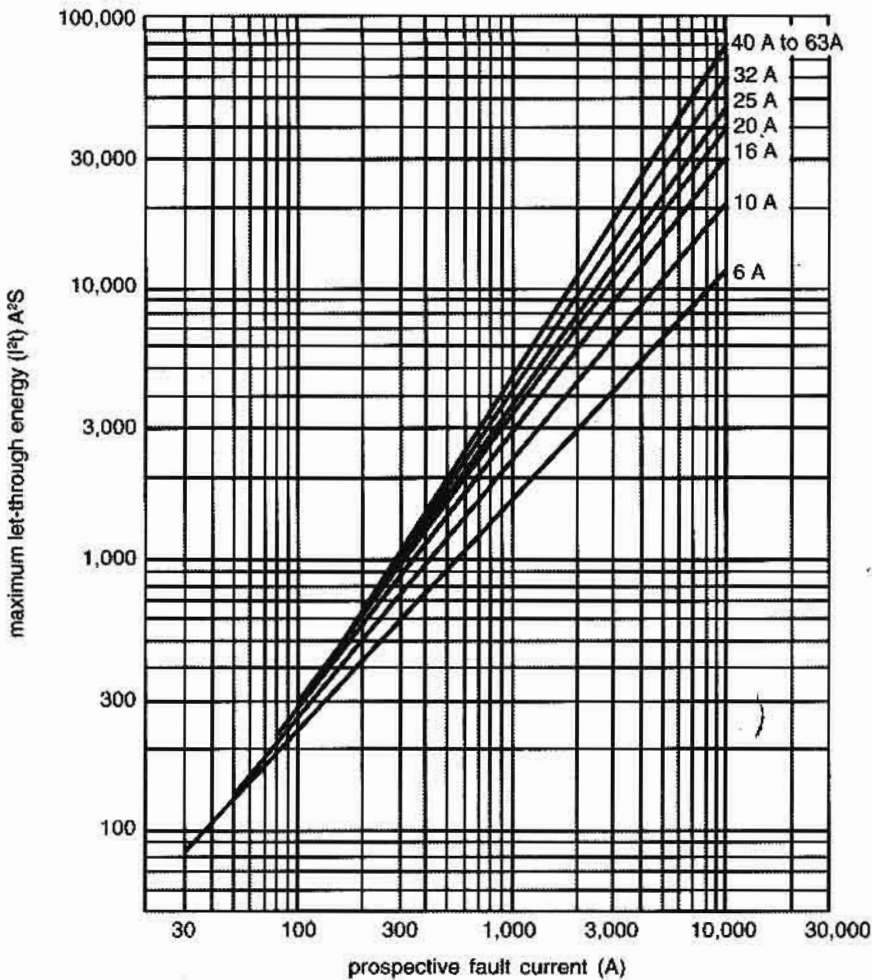

Figure 5.4 Typical let-through energy characteristics for Type B mcbs with a breaking capacity of 10000 A.
capacity 10000A ရှိသော Type B mcb ၏ စာမျက်နှာ(311)ရှိ typical let-through energy characteristic ကိုဖော်ပြသော Figure 5.4 ကို let-through energy ( $I^2t$ ) ရှာရန်အတွက် ရွေးချယ်သည်။
တွက်ချက်၍ရသော short-circuit current  $I_{pn} = 8214 A$  အရ စာမျက်နှာ(311) ရှိ Figure 5.4 ၌ let-through energy  $I^2_{pn} t = 60,000 A^2S$  ကျော်ကိုရသည်။